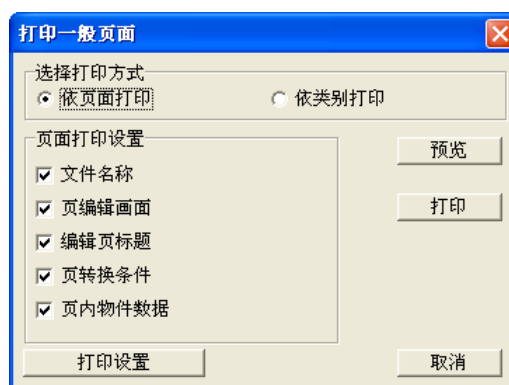

图 3-3 打印
当设计完成时，为方便数据整理及查看，可将画面内容打印出来。欲打印一般页面时，请单击菜单工具栏的 **文件 (E) > 打印 (P) > 打印一般页面 (I)** 或是图标工具栏的按钮，将会出现打印设置窗口，如图 3-3；欲打印开机画面时，请单击菜单工具栏的 **文件 (E) > 打印 (P) > 打印开机画面 (E)**。在此窗口勾选欲打印的项目及设置打印机后，按下「预览」，可以预览打印的画面；按下「打印」，即会印出页面与数据列表。